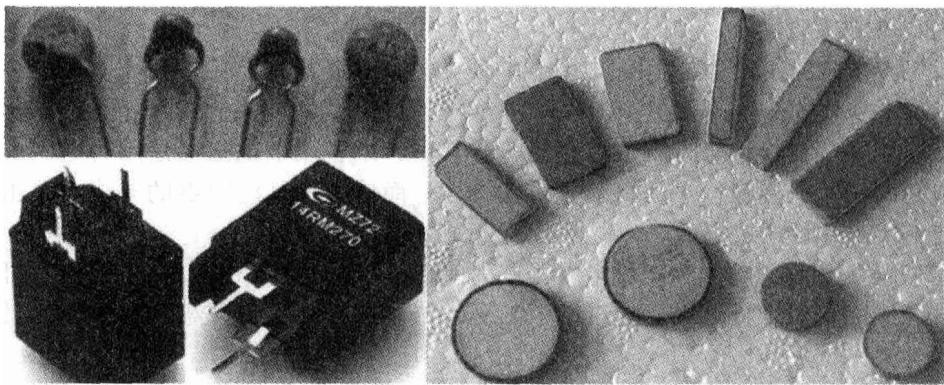

图 1-14 PTC 热敏电阻器外形
1. PTC 热敏电阻器 PTC 是英文 Positive Temperature Coefficient（正温度系数）的缩写，泛指正温度系数很大的半导体材料或元器件。通常我们所提到的 PTC 是指正温度系数热敏电阻器，简称 PTC 热敏电阻器，实物外形如图 1-14 所示。